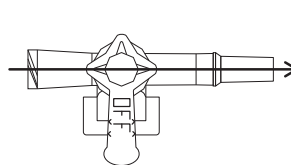
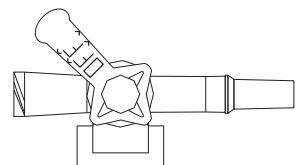

図9
図10
- (3) 医療機関の規定に従い、消毒用アルコール綿等でサンプリングサイトおよびキャップ部を消毒します。
- (4) サンプリングサイトにシリンジのルアー部を垂直に挿入し、先端が止まるまでしっかり押し込みます。このとき活栓のハンドルを操作し、コックの向きを図9または図10の状態にし、サンプリングサイト側を閉鎖します。
- 図9：本ラインのみの流路（側注ラインが接続されているが、側注を行わない場合）
- 図10：閉塞状態（コックが45度の位置ですべての流路を閉塞できます）